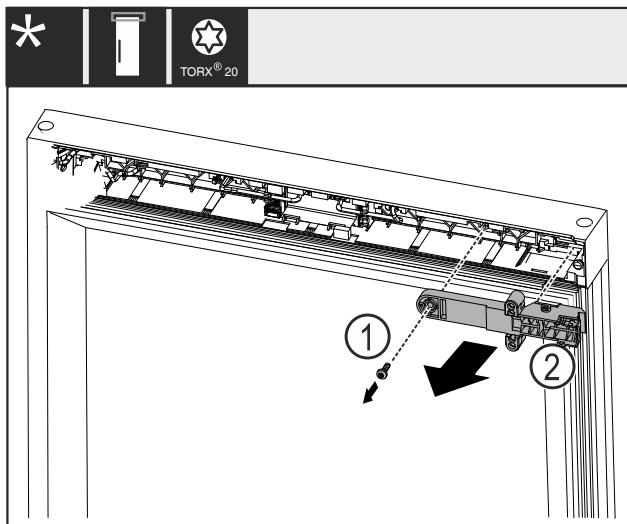

Fig. 21
- ▶ Зніміть гвинт Fig. 21 (1).
- ▶ Зніміть фіксуючу частину замка Fig. 21 (2).